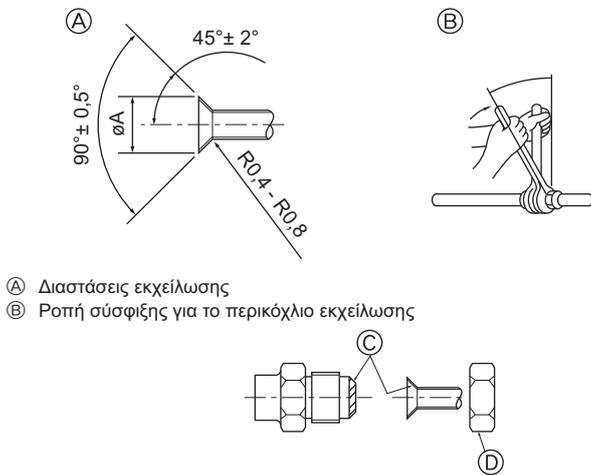

Fig. 4-2
(A) (Fig. 4-2)
(B) (Fig. 4-2)
### 4.2. Σωλήνες σύνδεσης (Fig. 4-2)